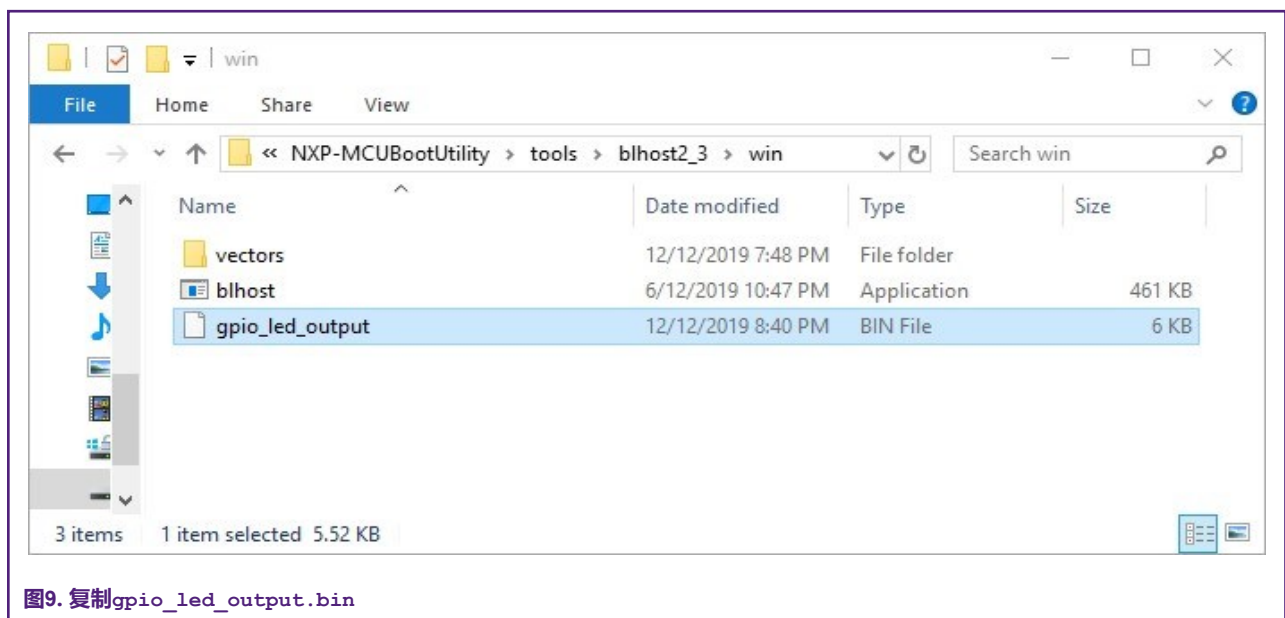

图9. 复制gpio_led_output.bin
4. 将新的gpio_led_output.bin复制到blhost文件夹中，如图9所示。